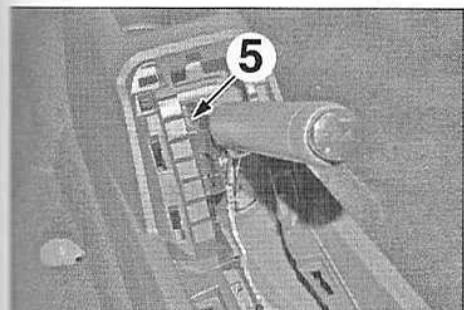
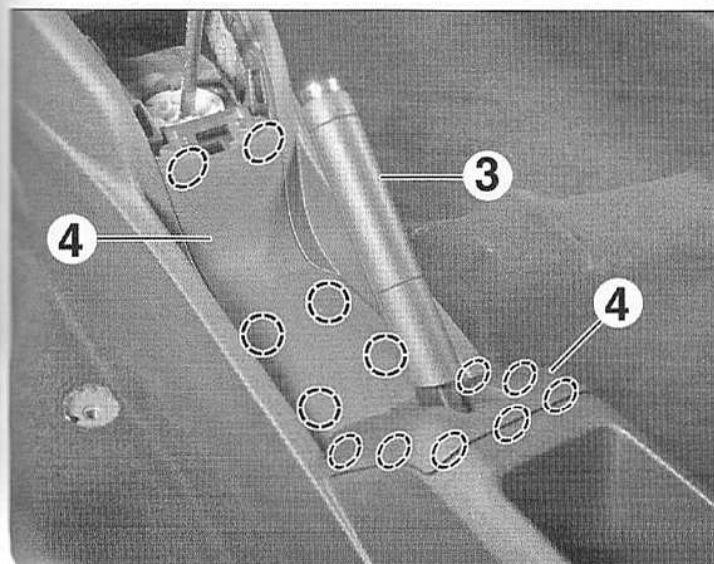

FIG.11
FIG.10
- Tirer le levier de frein de stationnement (3) au maximum.
- Dégrafer et déposer les garnitures (4) (Fig.10).
- Abaisser complètement le levier de frein de stationnement (3).
- Desserrer l'écrou (5) pour détendre les câbles de frein de stationnement (Fig.11).